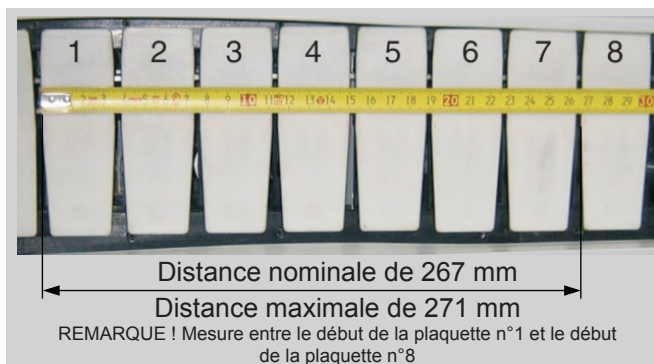

Figure 39 Mesure au ruban sur la chaîne
- Mesurez la distance entre le début de la plaquette 1 et le début de la plaquette 8 (c'est-à-dire le pas entre les 7 plaquettes, Fig. 39). Pour une chaîne neuve, cette distance est de 267 mm.